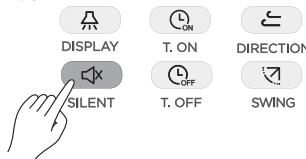

Рисунок 18
1) Якщо пристрій працює в режимі охолодження або обігріву, натисніть кнопку  (див. Рис. 18), щоб активувати безшумний режим. На екрані ПДК відобразиться піктограма .